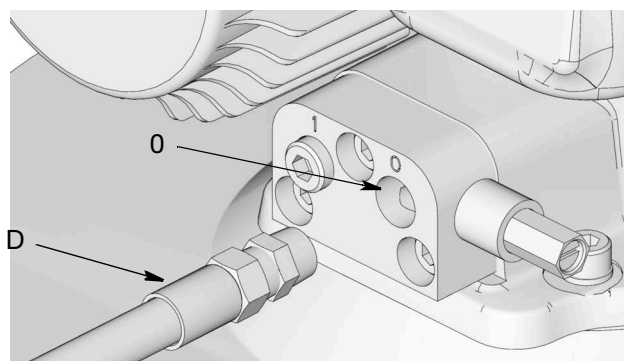

Рис. 63: Выпускной патрубок для смазочного материала
8. Подсоедините таймер / контроллер (F) (предоставляется пользователем, если используется).
9. Подсоедините линию подачи смазки под высоким давлением (D) к выпускному патрубку для смазочного материала (O) (Рис. 63) на воздуховыпускном клапане или коллекторе.